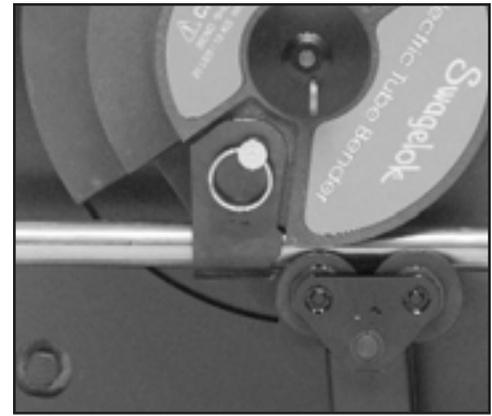

Figura 9
3. Deslice el tubo a través de la brida y alinee la marca de inicio de la curva con el borde izquierdo de la brida. (Véase la Figura 9.)